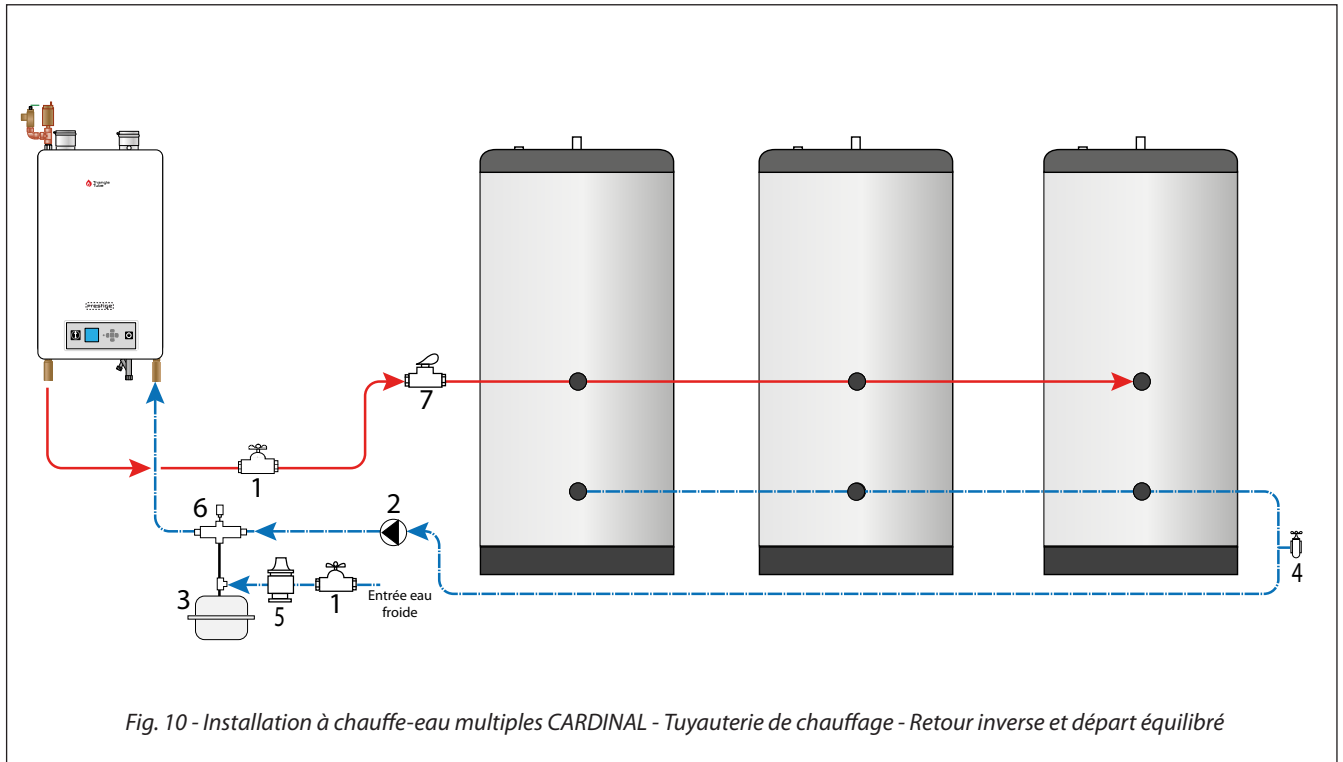
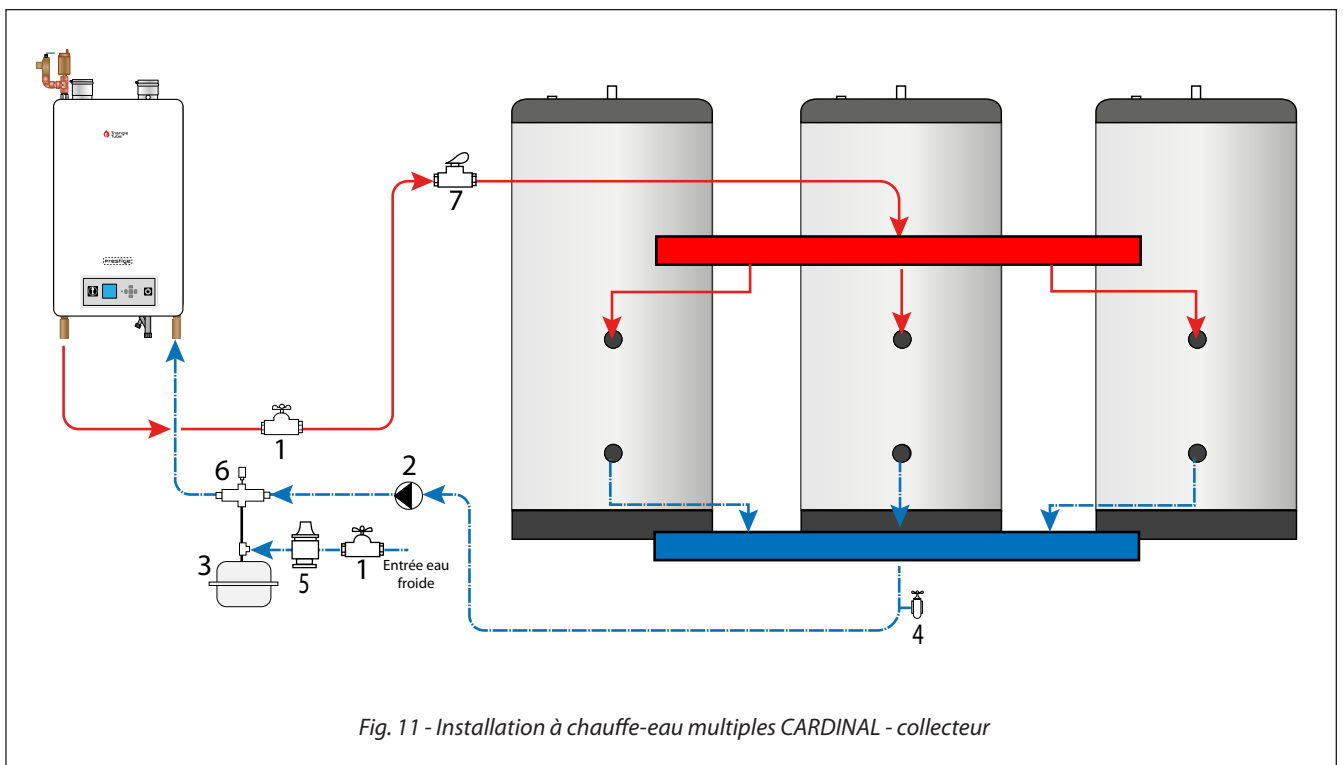

Fig. 10 - Installation à chauffe-eau multiples CARDINAL - Tuyauterie de chauffage - Retour inverse et départ équilibré
Fig. 11 - Installation à chauffe-eau multiples CARDINAL - collecteur
- Pour la tuyauterie de plusieurs chauffe-eau sanitaires avec circuit de chauffage, se référer aux «*Fig. 4*» à la *page 9* et «*Fig. 5*» à la *page 9*, et «*Fig. 10*» à la *page 13* et «*Fig. 11*» à la *page 13*.